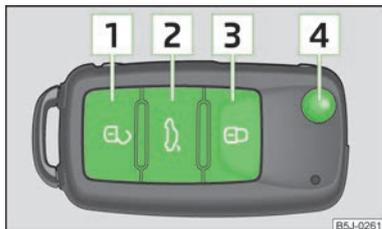

Abb. 14
- Die Taste **1** » Abb. 14 drücken.
- Die Taste **3** » Abb. 14 drücken.
- Die Taste **3** » Abb. 14 zweimal innerhalb von 2 Sekunden drücken. Weitere Informationen » Seite 27.
- Die Taste **2** » Abb. 14 drücken. Weitere Informationen » Seite 33.
- Die Taste **4** » Abb. 14 drücken.
- Die Taste **4** » Abb. 14 drücken und den Schlüsselbart einklappen.
Das Entriegeln des Fahrzeugs wird durch zweimaliges Blinken der Blinkleuchten angezeigt. Wird das Fahrzeug mit der Taste **1** » Abb. 14 entriegelt und innerhalb der nächsten 30 Sekunden keine Tür oder die Gepäckraumklappe geöffnet, ver-